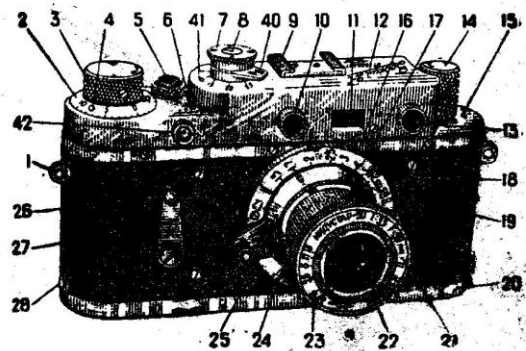

Рис. 1.
«Индустар-22» и «Индустар-50» в убирающей оправе (рис. 1) по внешнему виду одинаковые, обладают высокой разрешающей способностью с хорошо распределенной резкостью по полю, причем объектив «Индустар-50» имеет по всему полю несколько повышенную разрешающую способность. «Индустар-26М» имеет несколько большую светосилу. «Юпитер-8» и «Юпитер-17» одинаковые по внешнему виду, светосильные, с хорошей разрешающей способностью.
1. Ушко (рис. 1).
2. Лимб счетчика кадров (рис. 1).
3. Головка взвода затвора (рис. 1).
4. Выступы лимба для установки его на нуль (рис. 1).
5. Спусковая кнопка затвора (рис. 1).
6. Кольцо-выключатель механизма (рис. 1).
7. Диск со шкалой величин выдержек (рис. 1).
8. Ось с индексом (рис. 1).
9. Клемма для вспомогательных устройств (рис. 1).
10. Правое окно дальномера (рис. 1).
11. Объектив видоискателя (рис. 1).
12. Верхний щиток (рис. 1).
13. Левое окно дальномера (рис. 1).
14. Головка обратной перемотки пленки (рис. 1).
15. Верхняя крышка камеры (рис. 1).
16. Объективное гнездо камеры (рис. 1).
17. Шкала расстояний объектива (рис. 1).
18. Ограничительный упор объектива (рис. 1).
19. Шкала глубины резкости (рис. 1).
20. Нижняя крышка камеры (рис. 1).
21. Переднее кольцо объектива (рис. 1).
22. Поводковое кольцо диафрагмы (рис. 1).
23. Шкала диафрагмы (рис. 1).
24. Тубус объектива (рис. 1).
25. Поводок объектива (рис. 1).
26. Спусковая кнопка автоспуска (рис. 1).
27. Заводный рычаг автоспуска (рис. 1).
28. Штифт, фиксирующий нижнюю крышку (рис. 1).
40. Рукоятка синхронизации с индексом (рис. 1, 11).